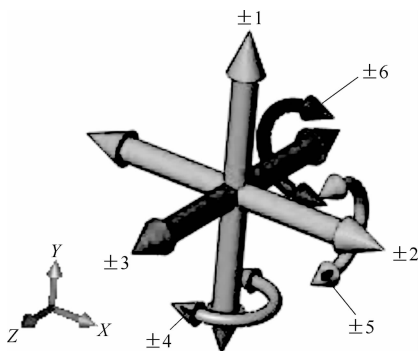

图 4-1 自由度
(1) 配合关系 指零部件的表面或边与基准面、其他的表面或边的约束关系。
(2) 自由度 空间中未受约束的刚性实体具有六个自由度：三个平移自由度和三个旋转自由度。即可沿其 X、Y、Z 轴移动并绕其 X、Y、Z 轴旋转，如图 4-1 所示。